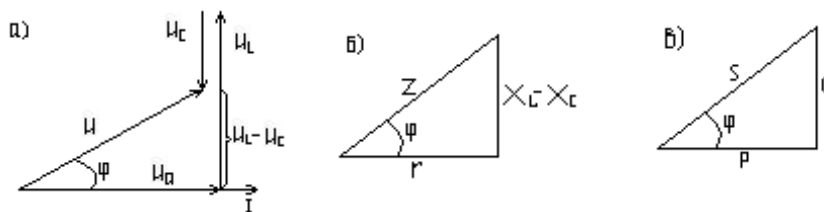

Рис. 2.4
2.2.Треугольники сопротивлений и мощностей. Рассмотрим треугольник напряжений на (рис. 2.4а). Один катет этого треугольника выражает активное напряжение  $U_a$ , другой – реактивное напряжение цепи  $U_L - U_C$ , а гипотенуза - полное напряжение  $U$ . Разделив стороны треугольника напряжений на ток  $I$ ,
получим треугольник сопротивлений (рис.2.4 б), из которого следует, что полное сопротивление цепи равно:
Если все стороны треугольника напряжений (рис. 2.4а) умножить на ток I, то получим треугольник мощностей (рис. 2.4в).